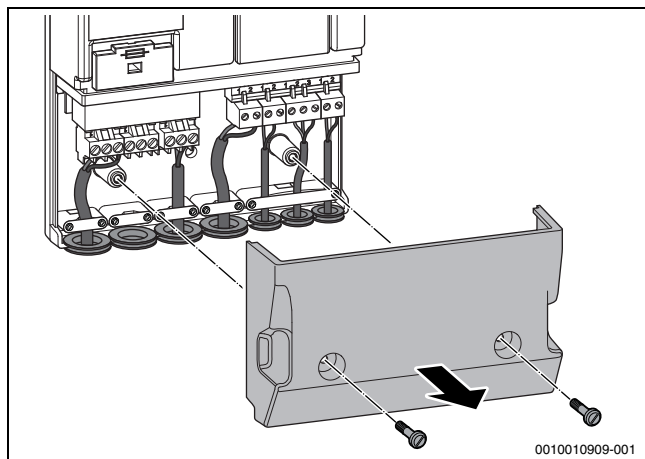

Fig. 31 Ouverture du module de fonction
- Retirer le couvercle du module (→ fig. 31).